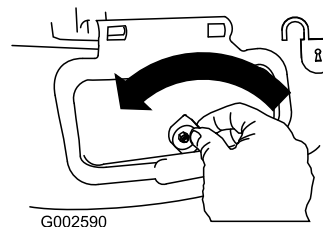

Figura 37
1. Desbloquee la puerta de descarga lateral (Figura 37).